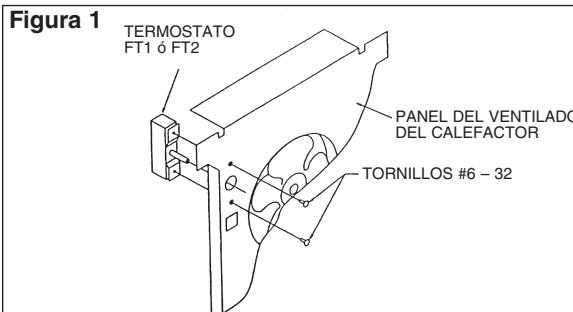

Figura 1
1. Instale el Termostato Interno en el panel del ventilador del calefactor según se muestra en la Figura 1, utilizando dos tornillos suministrados.